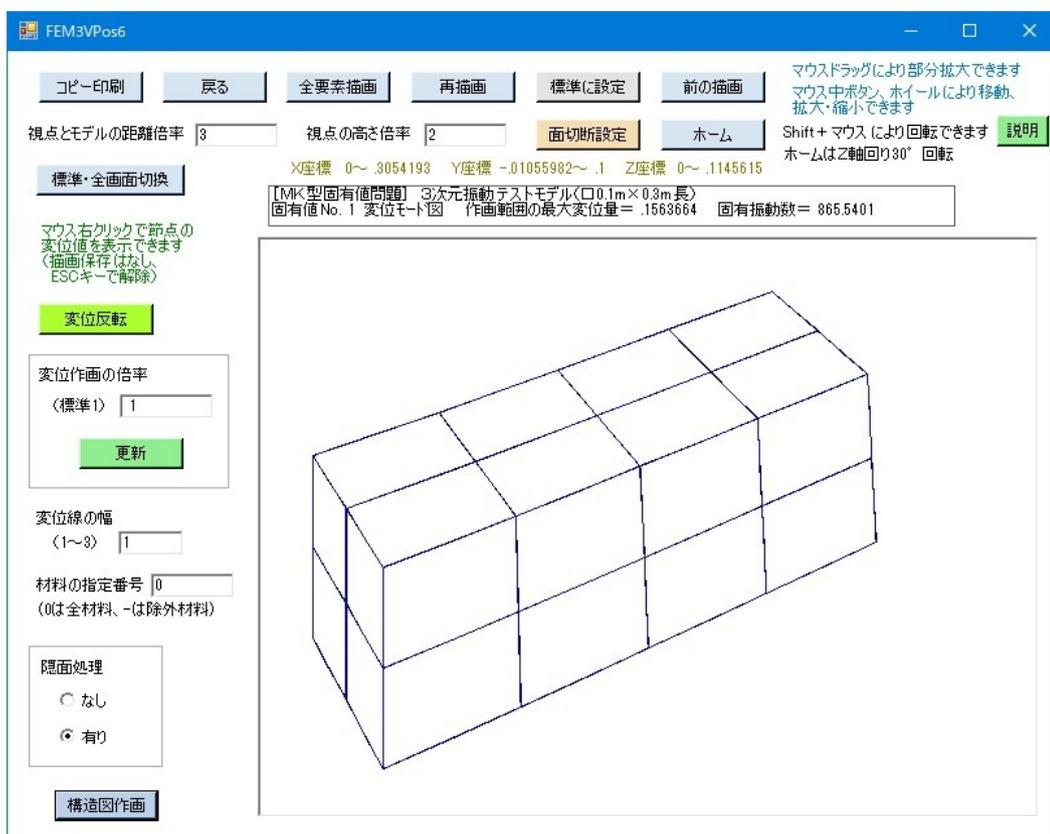

図7-6 変位モード図の作画画面の初期状態（正方形棒、MK型、構造図消去）
- ①本図では、元の構造図に対して、青色で固有ベクトルに相当する変位モード図が表示されています。
- ②本画面の左側の「変位作画の倍率」は、構造寸法に対する変位の作画倍率を示します。本数値を任意に変更して「更新」ボタンをクリックすると、変更が反映されます。
- ③本画面の左側に「変位線の幅」のパラメータを表示してあり、それを変更できます。変更した後は、「再描画」ボタンをクリックすると作画画面が変更されます。
- ④本画面の左下側の「構造図消去」ボタンをクリックすると、図7-6のように構造図なしの変位モード図だけになります。同図で「構造図作画」ボタンをクリックすると元の画面に戻ります。
- ⑤本画面の上側と左側に、作画の種々のパラメータを表示してあり、それらを変更することができます。変更した後は、「再描画」ボタンをクリックすると、新しいパラメータ条件による作画画面に変更されます。
- ⑥「隠面処理」は、「有り」か「なし」を選択できます。